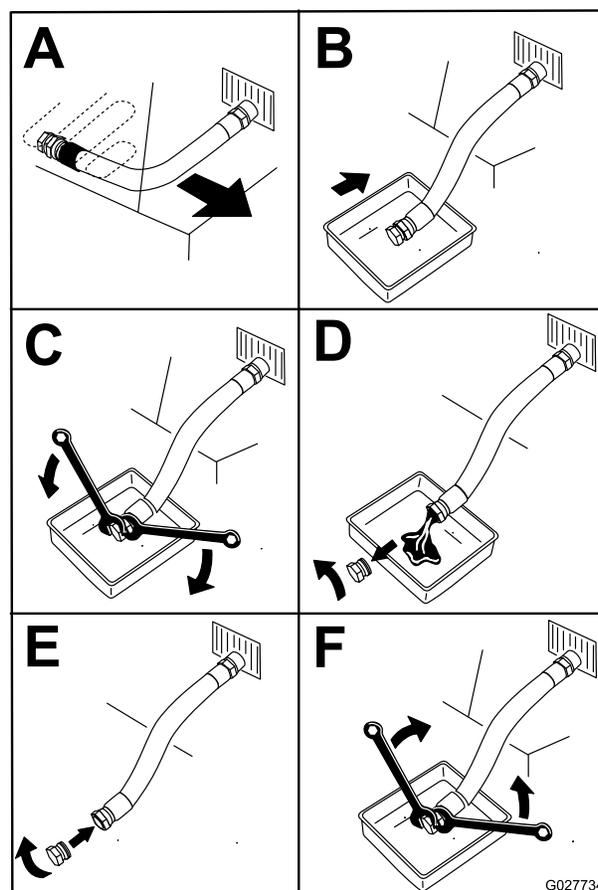

Figura 54
- Prima di scendere dal posto di guida dell'operatore, spegnete il motore, toglie la chiave di accensione e attendete che si fermino tutte le parti in movimento (Figura 54).